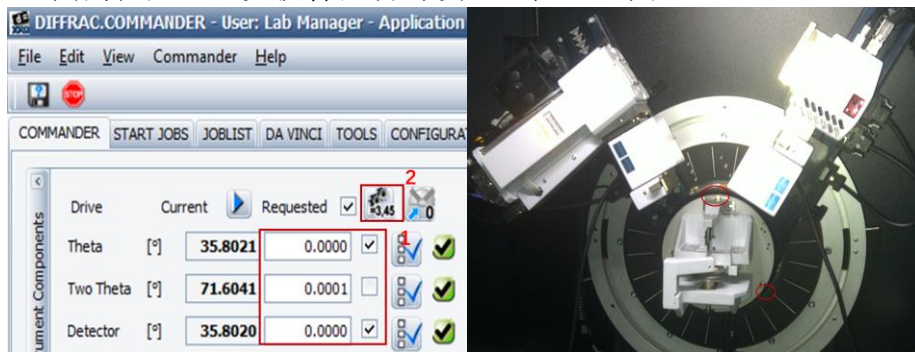

图 5-1 调整 theta 和 detector 的位置
5.1 首先将 Theta 与 Detector 设为  $60^\circ$  及  $60^\circ$ ，按 go。目的是为了将光管及探测器移动至上面的位置，避免换样品台时发生碰撞。（图 5-1）。